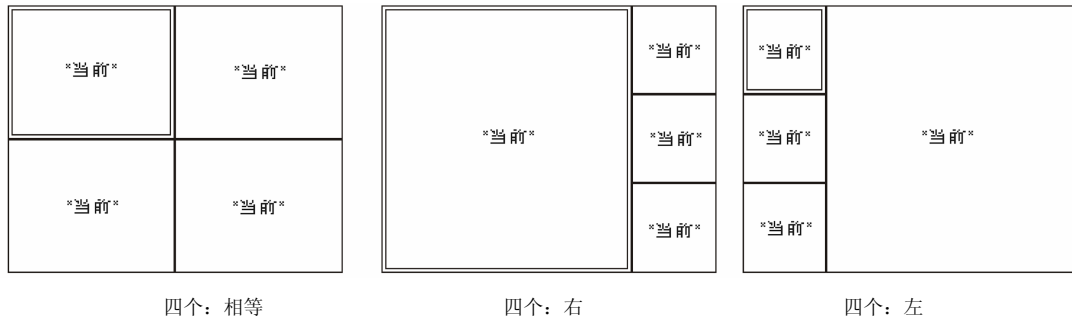

图 1-38 标准视口配置的布局
(2) 在“标准视口”列表中，显示了当前的模型视口配置和各种标准视口配置，可以选择其中的标准视口配置并应用到当前图形窗口中。各种标准视口配置的布局如图 1-38 所示。